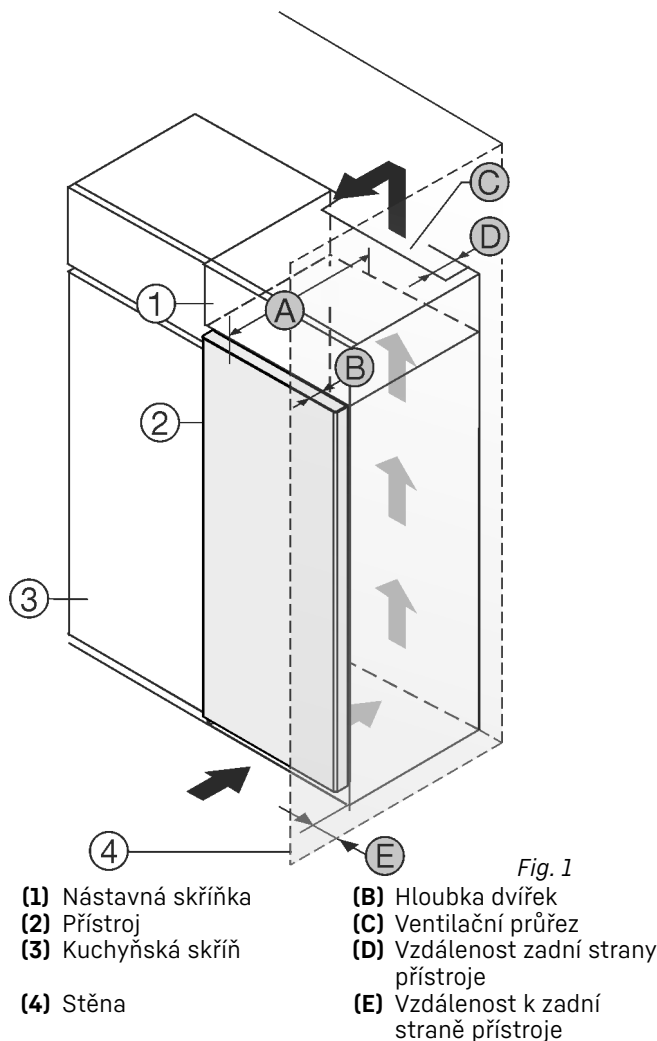

Fig. 1
Příklad nainstalujte přímo vedle kuchyňské skříňky Fig. 1 (3).
Na zadní straně nastavné skříňky musí být větrací šachta hluboká Fig. 1 (D) přes celou šířku nastavné skříňky.
Pod stropem místnosti musí být dodržen větrací průřez Fig. 1 (C).
Když se přístroj instaluje závěsy vedle stěny Fig. 1 (4), musí být vzdálenost mezi přístrojem a stěnou minimálně 13 mm.
Když se přístroj instaluje závěsy vedle stěny Fig. 1 (4), musí být vzdálenost mezi přístrojem a stěnou minimálně 20 mm.
Aby bylo možné dvířka plně otevřít, musí přístroj přesahovat o hloubku dvířek Fig. 1 (B) vůči přední linii kuchyňské skříňky. V závislosti na hloubce kuchyňských skříňek Fig. 1 (3) a použití vymezočů odstup od stěny může přístroj vyčnívat dále.